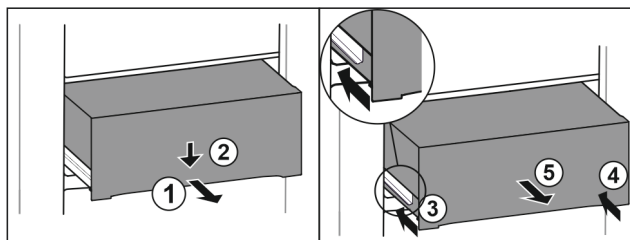

Fig. 102
- ▶ 将抽屉拉出一半。 Fig. 102 (1)
- ▶ 朝下按压正面的抽屉。 Fig. 102 (2)
- ▶ 将左侧轨道推入大约 2 cm。 Fig. 102 (3)
- ▶ 将右侧轨道推入大约 2 cm。 Fig. 102 (4)
- ▶ 朝前取出抽屉。 Fig. 102 (5)